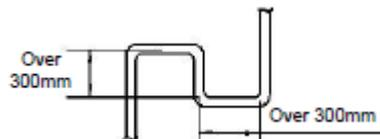

Fig.5-3
3. Quand l'unité extérieure est dans la position haute et que la différence de niveau dépasse les 20 m, il est recommandé de régler le coude de retour d'huile tous les 10 m dans le tube de gaz du tube principal ; pour consulter les spécifications du coude de retour d'huile, voir la Fig. 5-3.